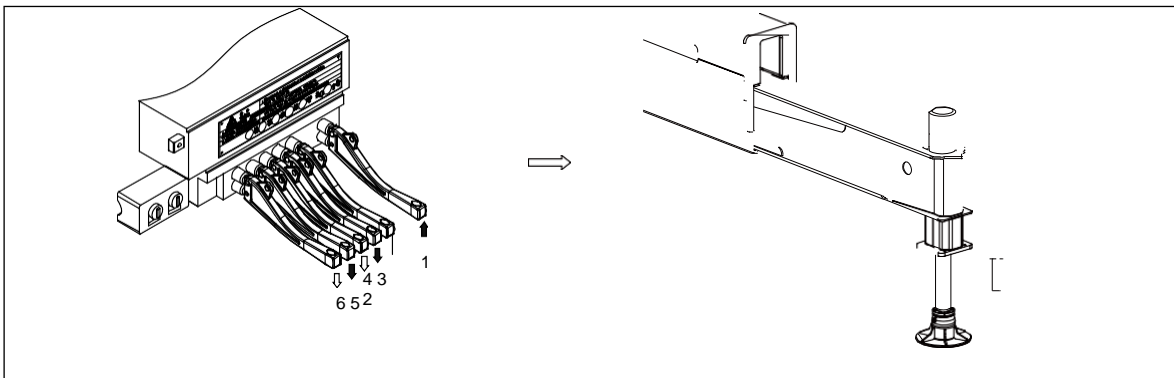

Figura 4-25 Recolhimento do cilindro vertical
- 4) Estenda os cilindros verticais do outro lado do guindaste nas mesmas etapas. Consulte a figura 4-25.